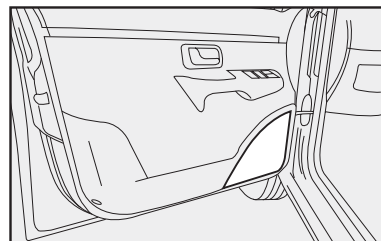

fig. 135
- Altoparlantes en las puertas delanteras **fig. 135**.